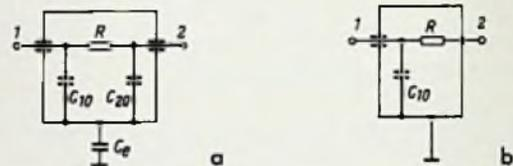

Bild 11.
b) Geschirmte Widerstände (Bild 11)